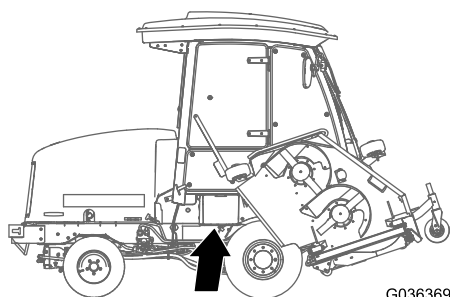

Figura 95
1. Aprite il coperchio della batteria sul lato della copertura (Figura 95).
**Nota:** Premete sulla superficie piatta sopra il coperchio della batteria per facilitare la rimozione del coperchio (Figura 95).